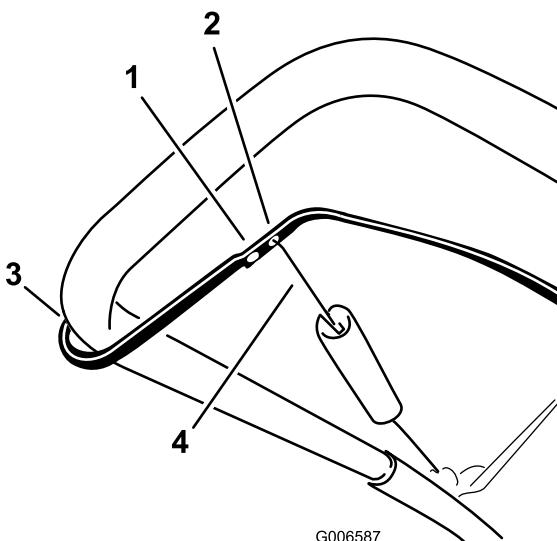

Figure 23
**Remarque:** La courroie d'entraînement s'use et se détend avec le temps. Si la courroie glisse (grincements continus) quand elle est soumise à une lourde charge, décrochez le ressort de la biellette de réglage et placez l'extrémité supérieure du ressort dans le trou le plus éloigné du point de pivot dans la barre de commande (Figure 23). Accrochez ensuite le ressort à la biellette de réglage et ajustez le câble de commande.